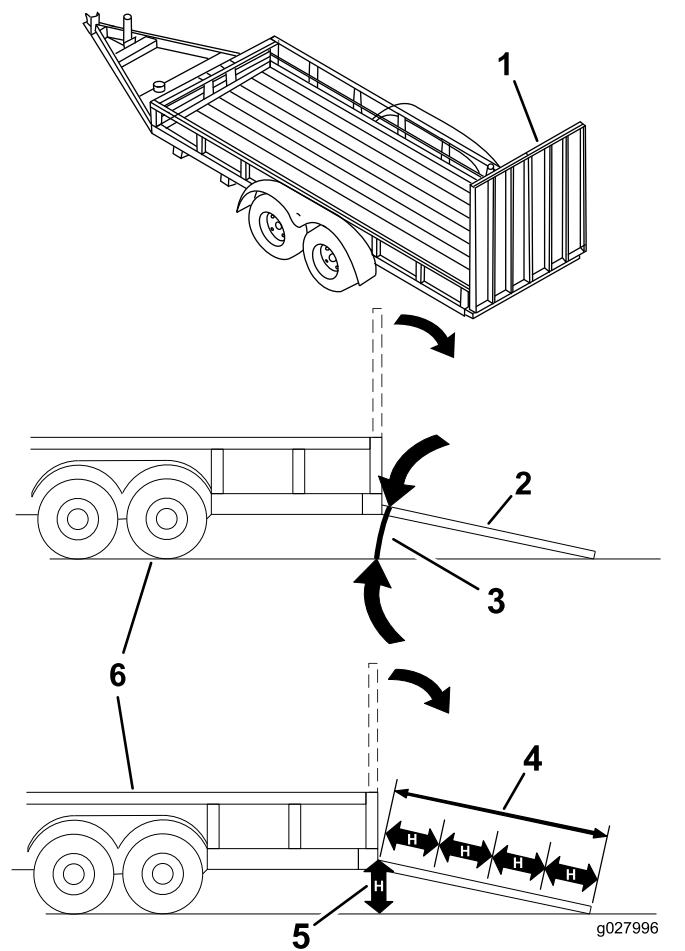

Figure 29
Le chargement de la machine sur une remorque ou un camion augmente le risque de basculement, et donc de blessures graves ou mortelles (Figure 29).
3. Abaissez la rampe pour que l'angle avec le sol ne dépasse pas 15 degrés (Figure 29).
1. Abaissez la rampe pour que l'angle avec le sol ne dépasse pas 15 degrés (Figure 29).